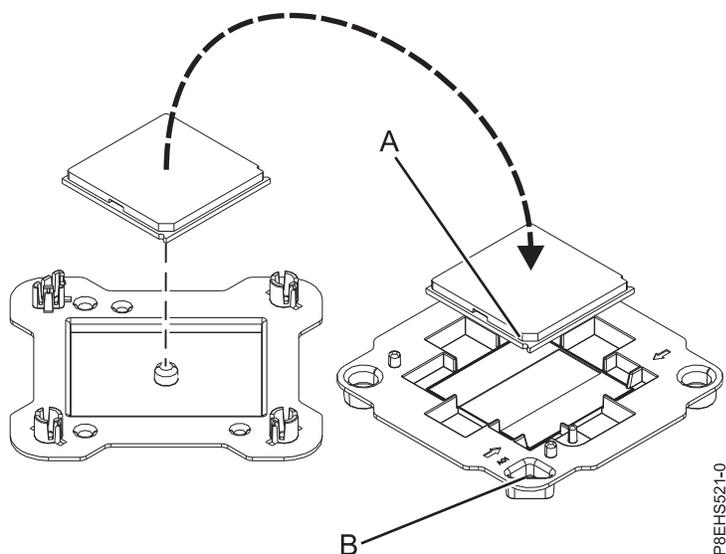

図 112. パッケージへのシステム・プロセッサ・モジュールの取り付け
13. 取り替えたシステム・プロセッサ・モジュールの端を軽くつかみ、持ち上げてパッケージ・カバーから外します。モジュールの斜めになった隅 (A) をパッケージ隅の三角 (B) と位置合わせして、パッケージ内に配置します (図 112 を参照)。パッケージ・カバーを閉じます。